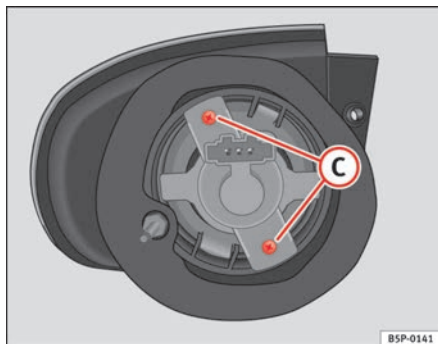

Fig. 192 Luz intermitente
- Desenrosque los tornillos ⇒ página 272, fig. 192 (C) del portalámparas y tire del mismo.
- Retire los tornillos ⇒ fig. 192 **C** del portalámparas y tire del mismo.